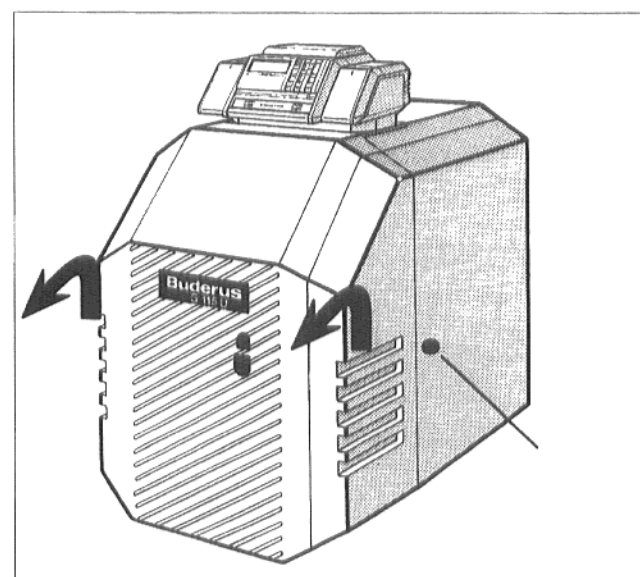

Fig. 37
- Alzare leggermente la cappottatura della porta del bruciatore ed estrarre verso il davanti. Con caldaie Unit svitare prima le viti di sicurezza a destra e a sinistra sui due pannelli laterali (Fig. 37), poi alzare leggermente il coperchio del bruciatore ed estrarlo verso il davanti.